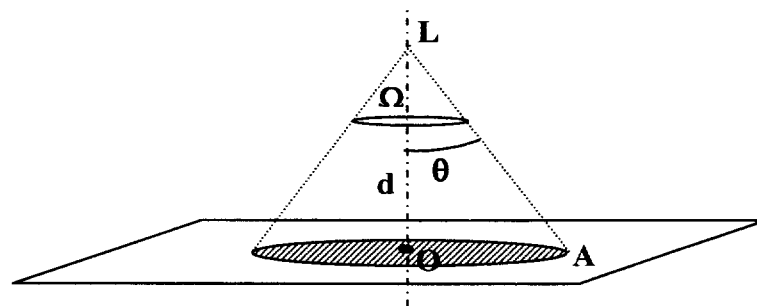

Figure 1
Une lampe, supposée quasi ponctuelle, située au point L, est représentée sur la figure 1. Sa puissance électrique est de 40 W. Elle est munie d'un réflecteur qui permet d'éclairer un plan (P) situé à une distance $OL = d = 1,50 \text{ m}$. L'efficacité lumineuse du système est $k = 25 \text{ lm.W}^{-1}$. La lampe émet uniformément, dans toutes les directions, à l'intérieur d'un faisceau conique de sommet L, d'axe de révolution (OL) et de demi angle au sommet $\theta = 45^\circ$. Le faisceau occupe alors l'angle solide $\Omega = 2.\pi.(1 - \cos\theta)$.